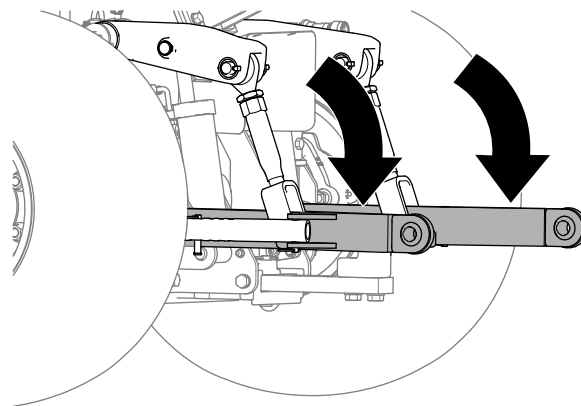

Figura 14
1. Baje los brazos de acoplamiento inferiores de la unidad de tracción (Figura 14).